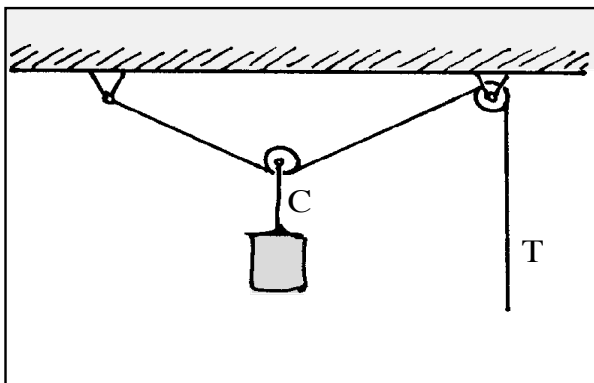

Fig. 7.12. Per l'esercizio 3
3. Qual è lo svantaggio del paranco in fig. 7.12?